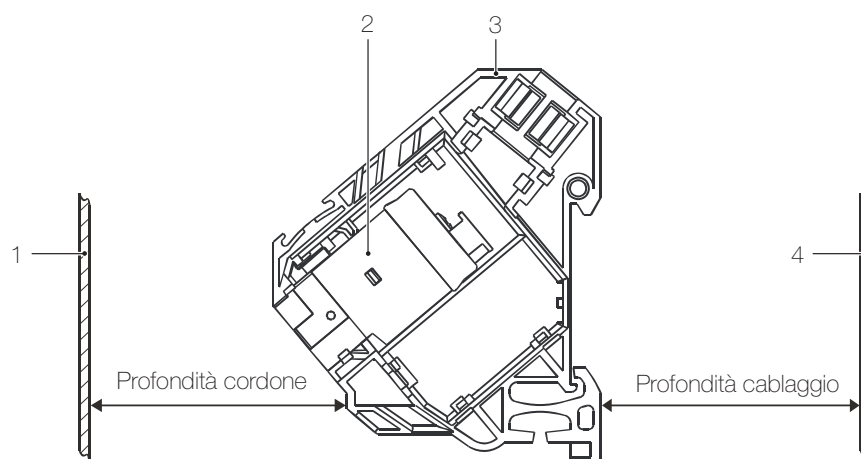

fig. 16 Definizione di profondità cordone e di profondità cablaggio
- Profondità minima cordone (fig. 16): 35 mm
- Profondità cablaggio (vedere fig. 16): 30 mm
- Profondità cordone (vedere fig. 16): 45 mm